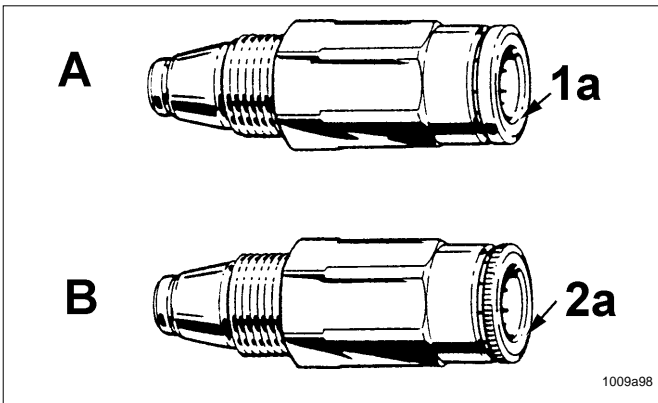

Fig. 35 – Différence entre les clapets anti-retour
- Pour les tuyaux polyamide haute pression ( $\varnothing$  8,6 x 2,3 mm), utiliser le clapet anti-retour A, Fig. 35, avec collet renforcé 1a et embase lisse (n° de réf. 226-14091-4).
- Pour les tubes polyamide pression ( $\varnothing$  6 x 1,5 mm) utiliser le clapet anti-retour B, Fig. 35, avec collet standard 2a et embase moletée (n° de réf. 226-14091-2)